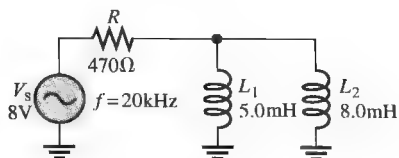

图 12-46
4. 求图 12-46 中电路的阻抗和相位角。
8. 求图 12-46 中总电阻和总电感两端的电压。
10. 计算图 12-46 中电路的总电流。